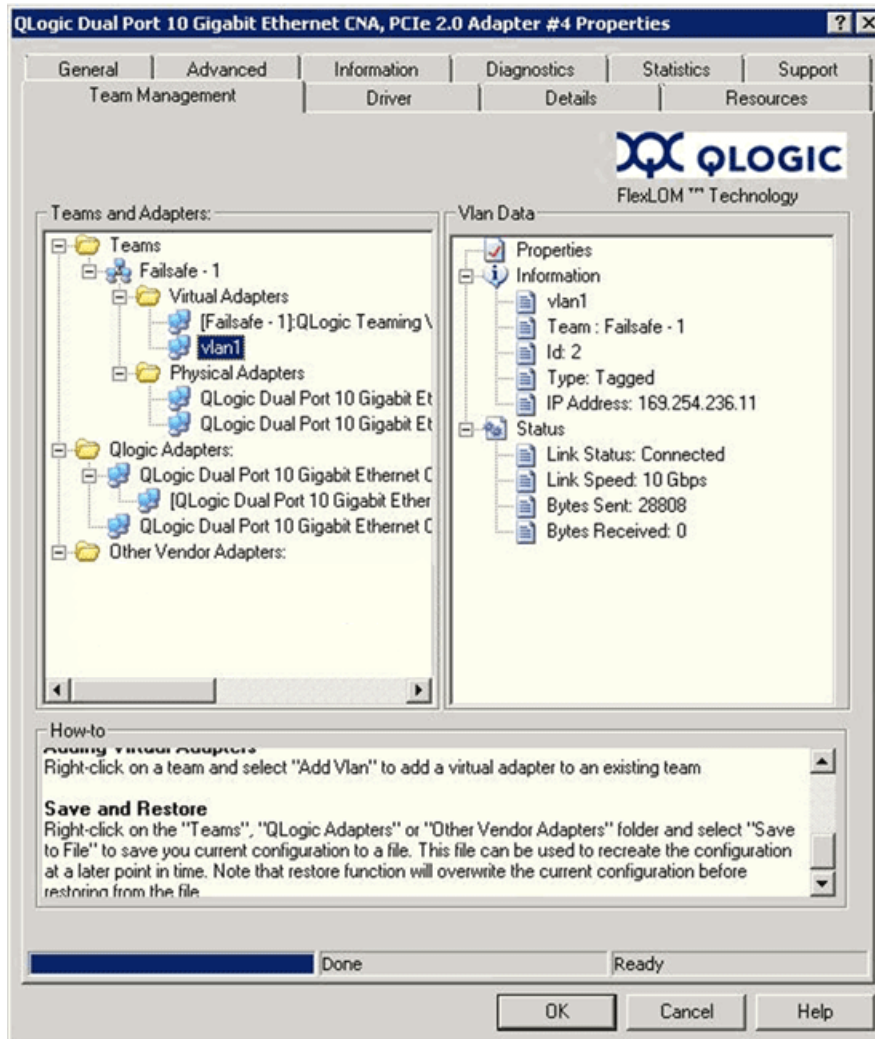

Abbildung 3-16. Anzeigen der VLAN-Dateneigenschaften
4. Klicken Sie auf den hinzugefügten virtuellen Adapter, um alle Eigenschaften, Informationen und den Status des virtuellen Adapters im Bereich **VLAN Data** (VLAN-Daten) anzuzeigen (siehe Abbildung 3-16).